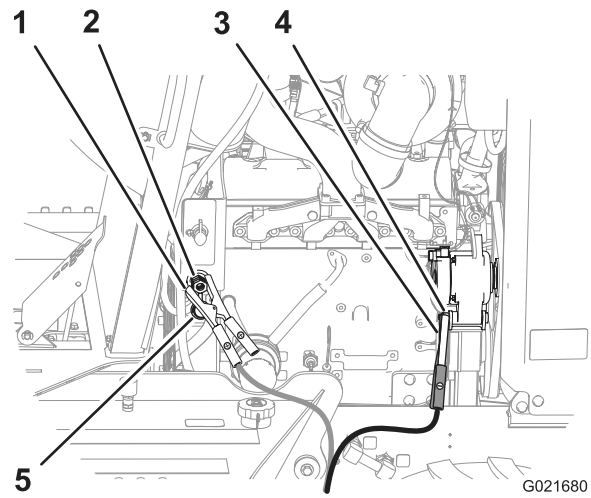

Figure 58
4. Retirez le cache de la borne de pontage de la batterie (Figure 58).
5. Branchez le câble de pontage positif (+) sur la borne de pontage (Figure 58).
6. Branchez le câble de pontage négatif (-) sur une prise de masse, telle que l'écrou au point de pivot de l'alternateur (Figure 58).